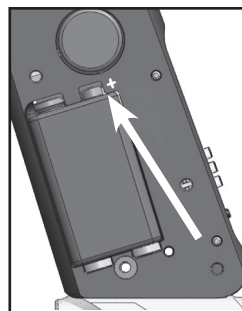

Figura 3: Asegúrese que esta quede en la orientación correcta (+).
- c. Instale una batería de 9 voltios dentro de este. Hemos diseñado el compartimento para las baterías de tal manera que no tenga problema con la orientación correcta. Aun cuando pueden haber variaciones que ya dependen del fabricante de las baterías, asegúrese que esta quede en la orientación correcta como se observa en la figura 3.